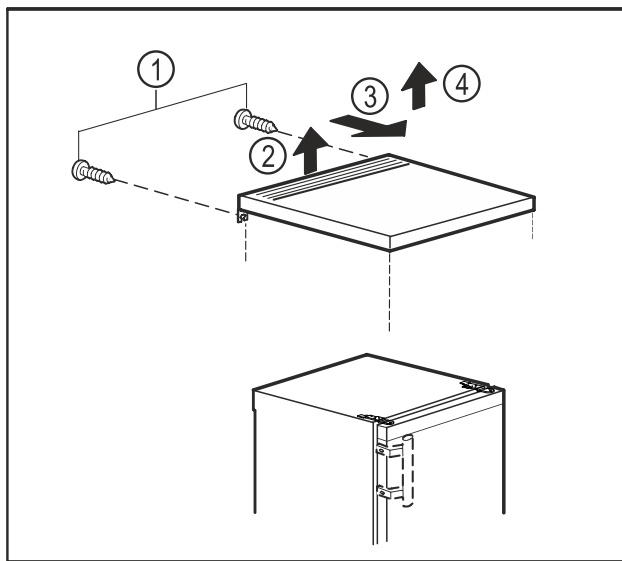

Fig. 6
- Rimuovere le viti sul retro. Fig. 6 (1)
- Sollevare il piano del tavolo dal retro. Fig. 6 (2)
- Spostare il piano del tavolo in avanti. Fig. 6 (3)
- Sollevare e rimuovere il piano del tavolo. Fig. 6 (4)